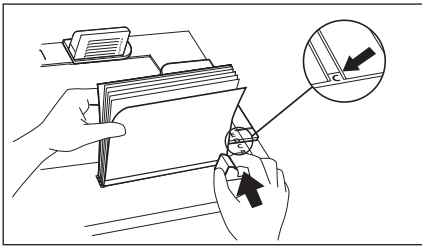

ABBILDUNG 30
1. Bestimmen Sie mit Hilfe der Rückenbreiteanzeige auf dem Bindepult die erforderliche Rückenbreite des Buchdeckels (siehe Abbildung 30). Sollte die Rückenbreite C überschritten werden, stecken Sie die schwarzen Plastikstifte in die dafür vorgesehenen Schlitze, um ein Verrutschen des Dokumentes während des Bindevorgangs zu vermeiden.